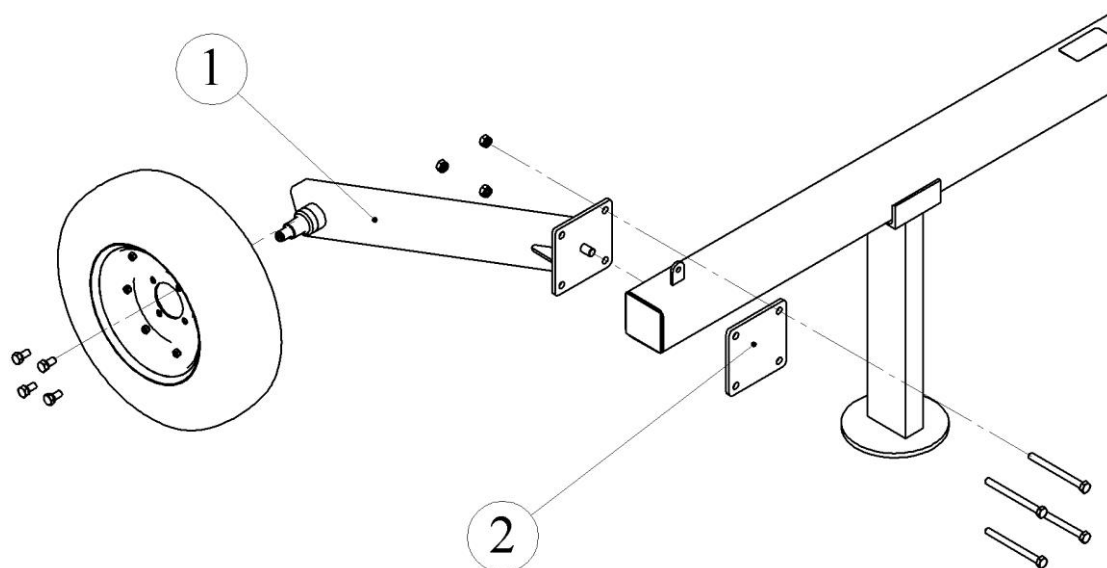

Рис. 4.1.2. Сборка балок колёс ГКП-8
4.1.4. Совместив штифты на балках колес и крайние отверстия на центральной балке, установите правую и левую балки колес (1) с помощью пластин (2) и четырех болтов M12x140, гаек M12, подложив шайбы пружинные (рис. 4.1.2).